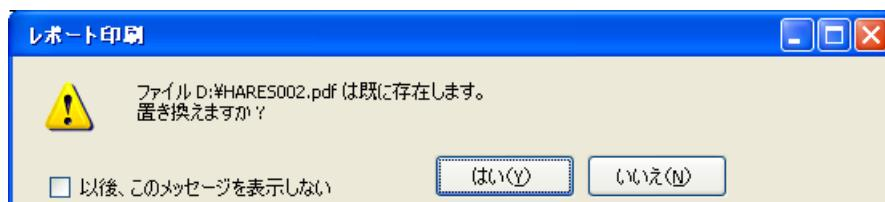

図 4-47 PDF の上書きメッセージ
- ⑪ すでにレポート印刷しているときには、図4-47のダイアログボックスが表示されます。レポートの PDF を上書きして良ければ、「はい」ボタンをクリックします。上書きしたくないときには、「いいえ」をクリックしてレポート印刷を終了してください。